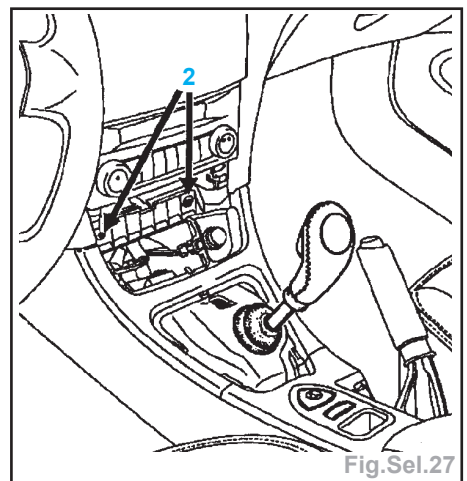

Fig.Sel.27
- le lecteur de carte RENAULT en (1),
- les vis de console sur la planche de bord (2) (Fig.Sel.27),